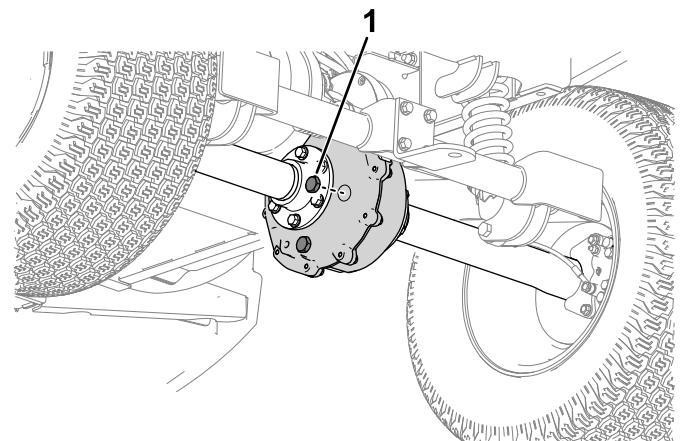

図 46
1. トランスアクスルについている補給プラグを外す図 46。
2. 液面が低い場合は、フィルプラグを取り外し、指定された液[トランスアクスルオイルの交換(ページ 39)に表示]を穴からなくなるまで追加する(図 46)。